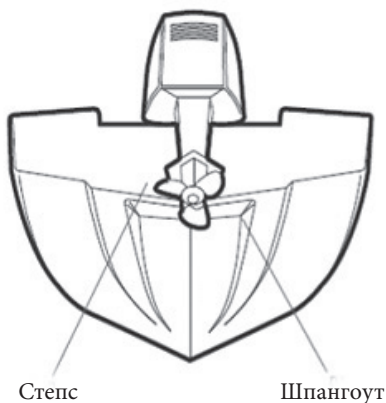

Рис. 2
- Лучший способ определить место, свободное от турбулентности, посмотреть на транец во время движения. Этот метод рекомендован для скоростных лодок. Если это невозможно, выберите место на транце, где корпус перед ним ровный, гладкий, плоский и свободен от выступов ребер (рисунок 2).